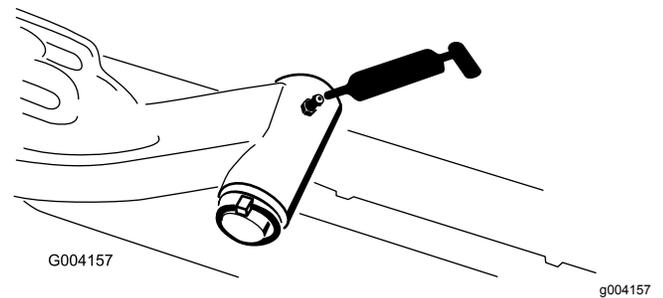

Figura 77
- Albero del perno del braccio di sollevamento (1 cad.) (Figura 77)